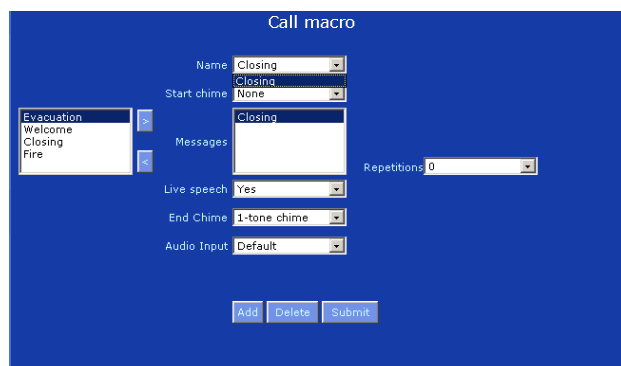

figura 35.8: Cancellazione di una macro annunci, passaggio 2
- 2 Selezionare la macro annunci che deve essere cancellata dall'elenco a discesa *Name*. Per avere un esempio, vedere figura 35.8.